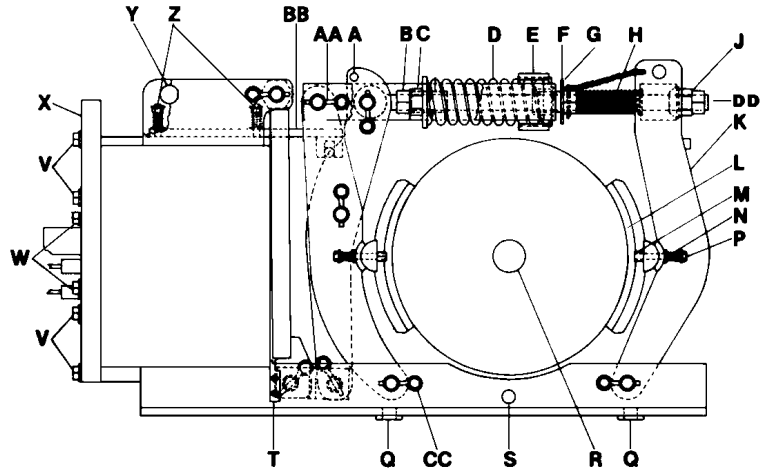

Figura 1: Instalación de los frenos
- En la figura 1 encontrará las piezas identificadas por una letra, por ejemplo, “(G)”
5. Asegúrese de que el freno haya sido liberado manualmente retirando el pasador de chaveta (G) de la tuerca de liberación manual (F) y que esta tuerca haya sido apretada hasta que la armadura esté completamente cerrada.
6. Monte la rueda del freno (R) en el eje del motor e instale el freno; use las argollas de levantamiento (Y) en la caja del imán. Centre la rueda del freno (R) entre las zapatas (L).
- b. Libere la compresión del resorte de par (D). Vea “Liberación de la compresión del resorte de par” en la página 31.
Esta sección describe el ajuste del espacio de la armadura, el espacio libre de las zapatas y el par del freno. Las letras entre paréntesis se refieren a la figura 1 en la página 30.
Reemplace el revestimiento del freno con los siguientes procedimientos (consulte la figura 1):